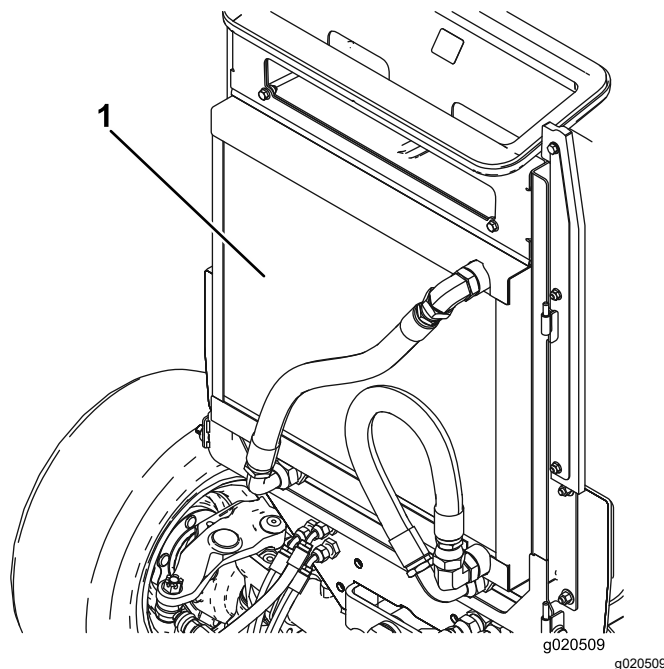

Figura 86
5. Curățați bine cu aer comprimat ambele laturi ale răcitorului de ulei și radiatorului (Figura 86).